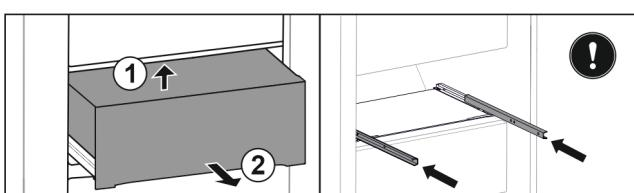

Fig. 143
► 从后下方抬起抽屉。Fig. 143 (1)
► 朝前取出抽屉。Fig. 143 (2)